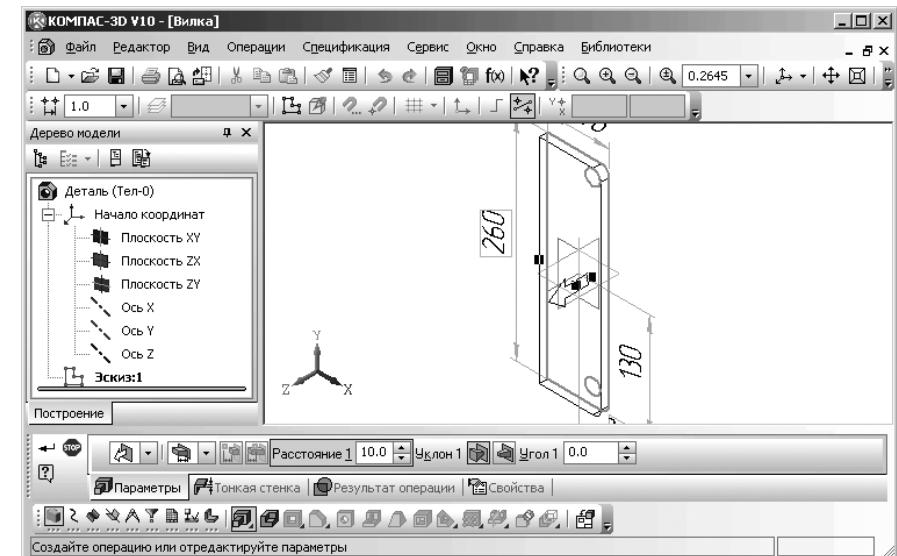

Рис. 3.44. Главное окно системы в режиме создания элемента выдавливания с открытой вкладкой **Параметры** в **Панели свойств: Элемент выдавливания**
- щелкните на **Компактной панели** в панели инструментов по кнопке **Операция выдавливания**. Появится **Панель свойств: Элемент выдавливания** с открытой вкладкой **Параметры** (рис. 3.44).